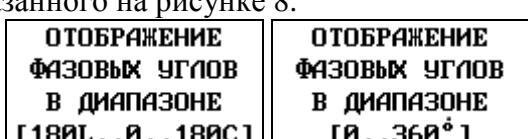

Рисунок 8
6.3.5.9 Длительное нажатие (свыше 3 с) клавиши обеспечивает переключение между двумя режимами отображения углов сдвига фаз (рисунок 8).